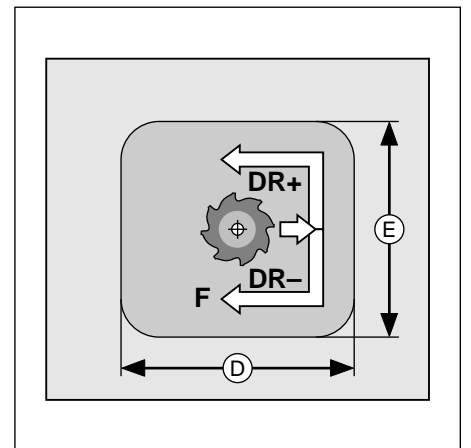

Abb. 8.9: Seitenlängen der Tasche
- beschreibt das Werkzeug anschließend mit dem eingegebenen Vorschub die dargestellte Bahn (siehe Abb. 8.9)